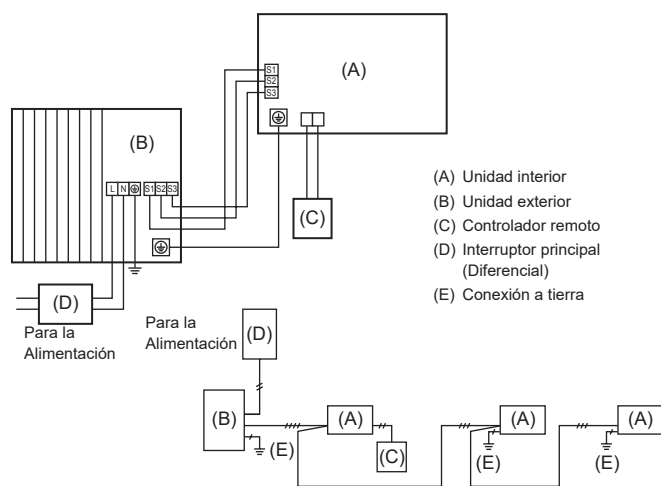
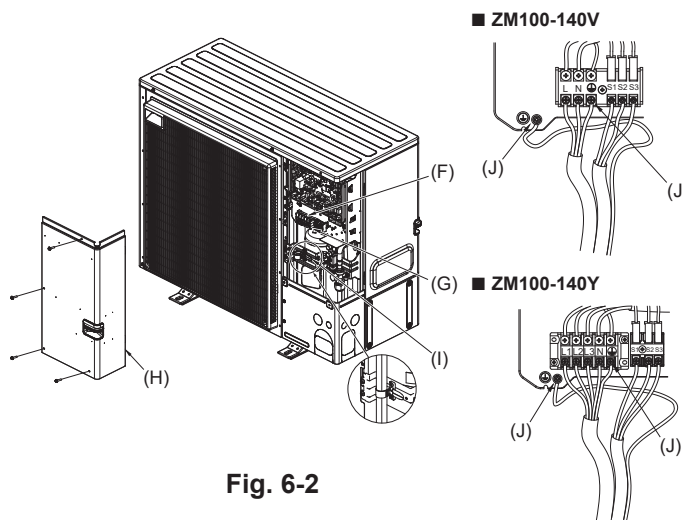

Fig. 6-1
Fig. 6-2
### 6.1. Unidad exterior (Fig. 6-1, Fig. 6-2)
- (1) Extraiga el panel de servicio.
- (2) Tienda los cables de acuerdo con la Fig. 6-1 y Fig. 6-2.